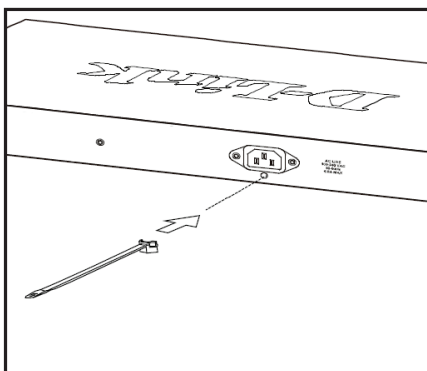

Figure 7. Insertion de l'attache
1. Le côté rugueux orienté vers le bas, insérez l'attache dans l'orifice situé au-dessous de la prise d'alimentation, comme illustré à la **Figure 7**.